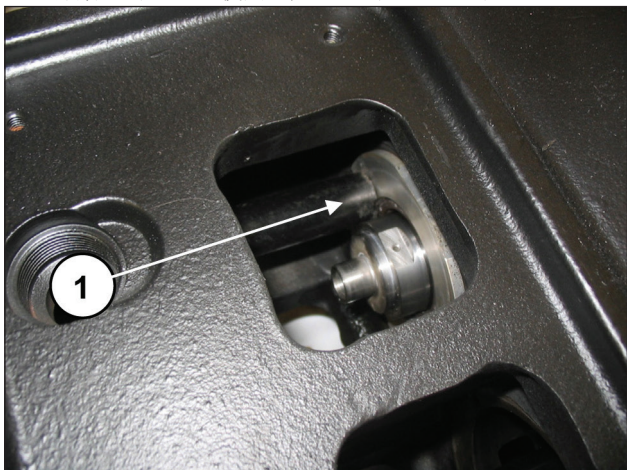
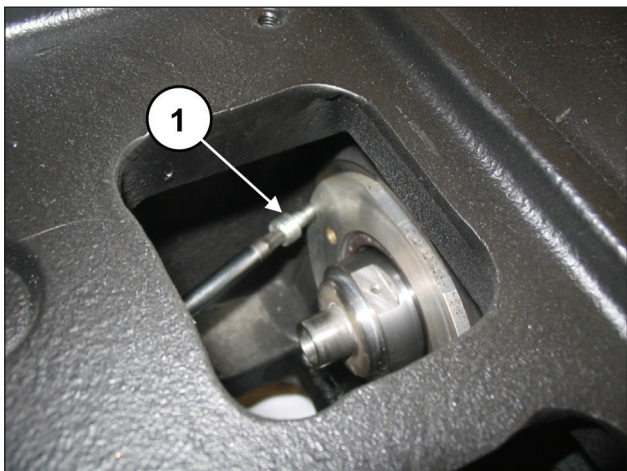

图142
图143
确保盖子完全进入底座 (①, 图142) 注意不要损坏油封唇。拧紧油封盖, 可使用2个M6x14螺丝 (①, 图143)。